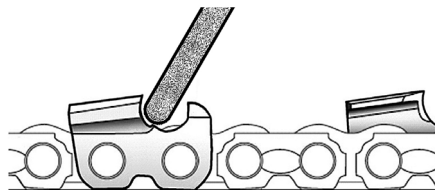

Рис. 16 Регулировка глубины заточки
- Не включая электродвигатель, возьмитесь за рукоятку управления, затем плавно опустите заточный диск и переместите цепь так, чтобы заточный диск попал в выемку зуба и уперся в нее (Рис. 16).